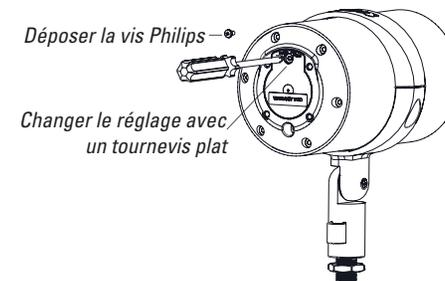

Figure 22
3. L'enceinte L41XC est livrée avec un transformateur réglé sur 60 W. Si vous souhaitez un réglage de puissance inférieure, utilisez un tournevis à tête Philips pour retirer la vis Philips de protection comme représenté dans la figure 22.